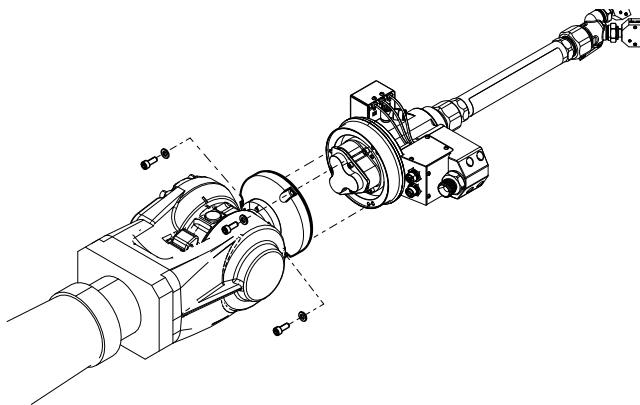

Рис. 11
5. Удалите винты, с помощью которых корпус поворотного шарнира (511) крепится к скобе, препятствующей вращению.
6. Открутите три винта, используемых для крепления пистолета SST Switch 3D к монтажному фланцу для установки на робота. См. Рис. 11.